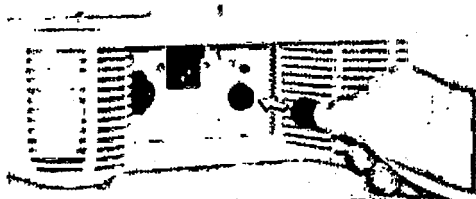

Figura 3-2. Conexión del aplicador Viva
1. Conecte el cable del aplicador Viva en su conector correspondiente ubicado en el panel de servicio del sistema, como se muestra en la Figura 3-2.